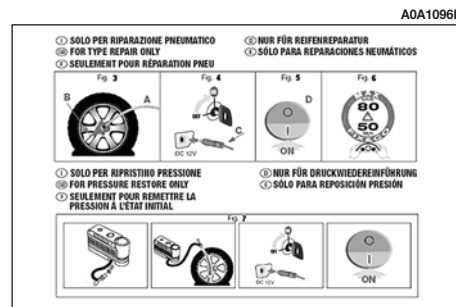

fig. 11
– dépliant informatif **fig. 11**, utilisé pour un usage correct et rapide du kit de réparation rapide et à livrer ensuite au personnel qui devra manier le pneu traité avec le kit de réparation des pneus;